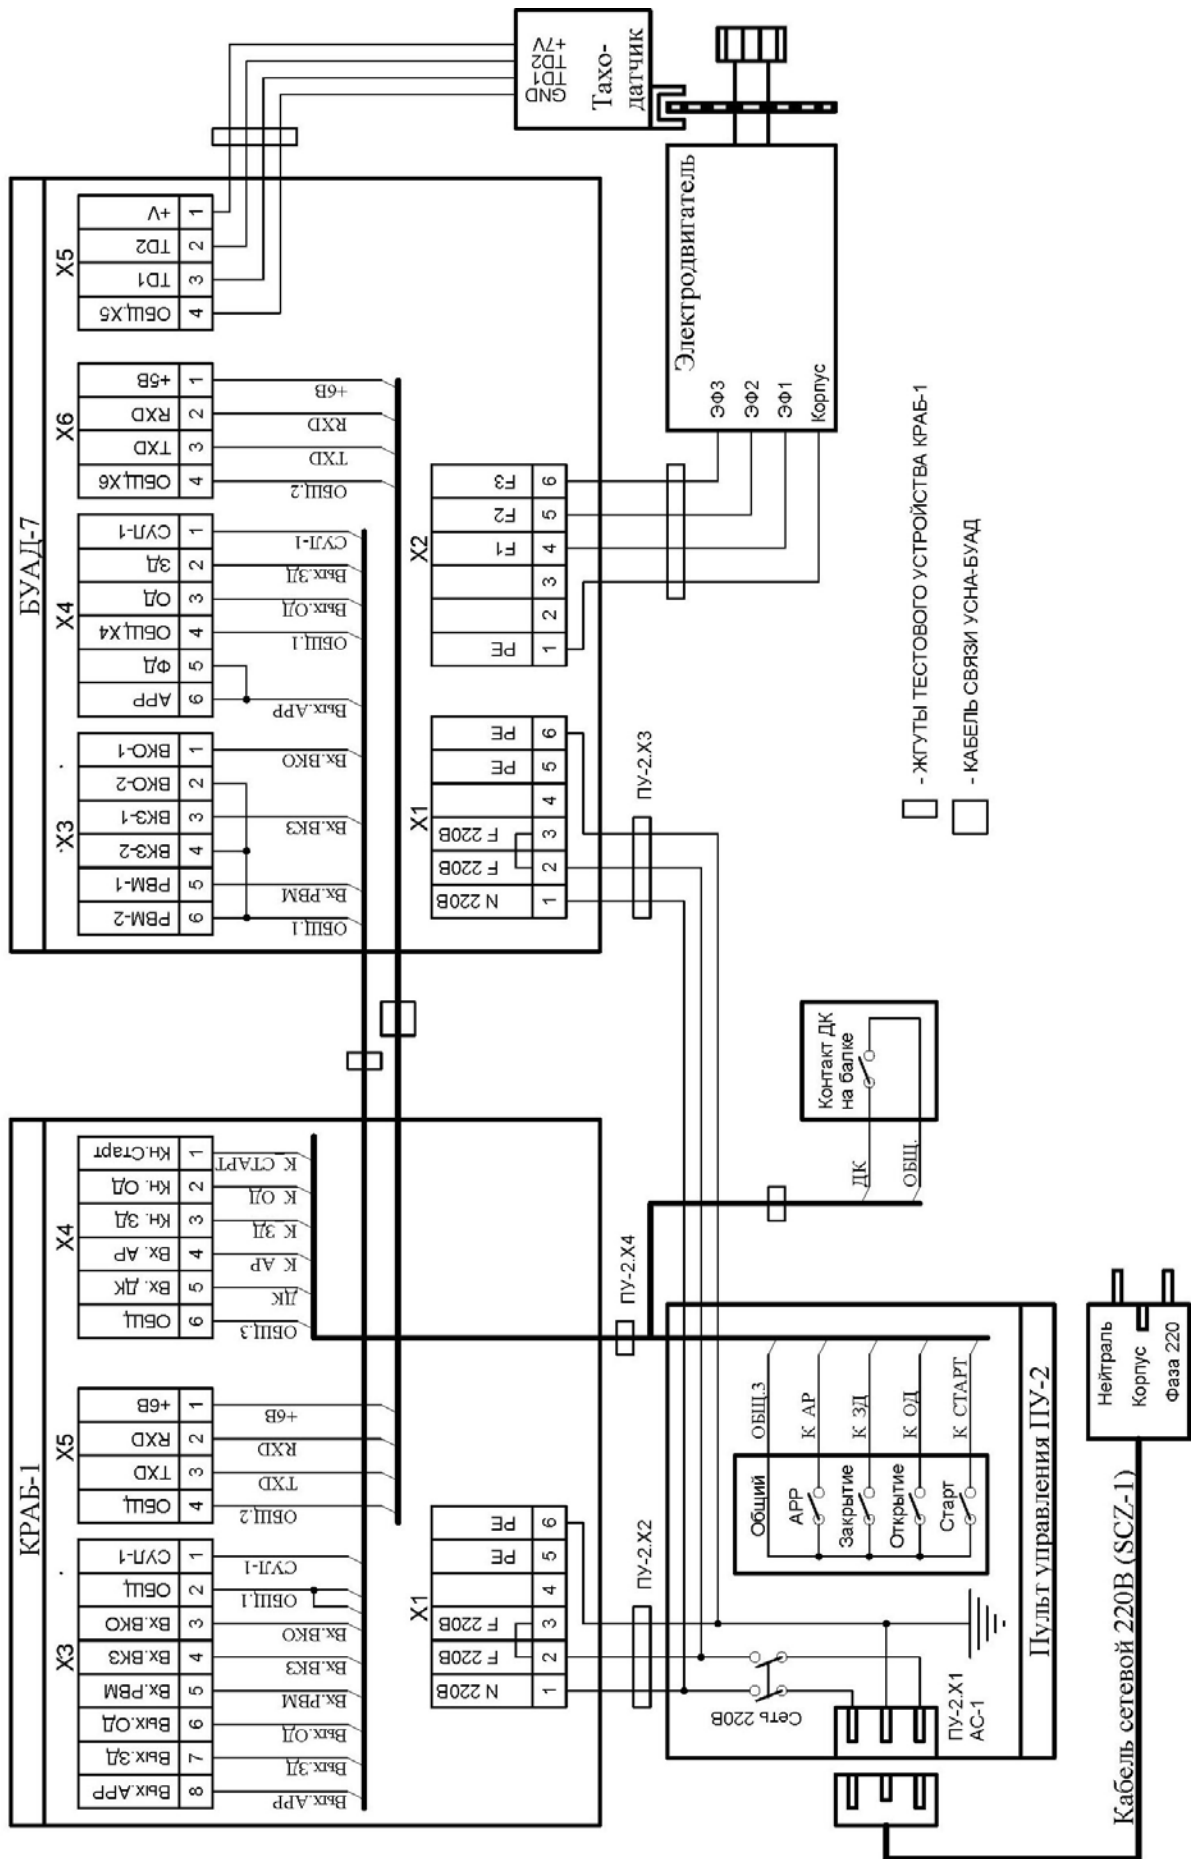

Рис.4. Схема соединения КРАБ-1, ПУ-2 и БУАД-7(БУАД-3,4,5) для всех станций.
3.4.2. На **рис.4** показана схема подключения внешних контактов *Устройства* к БУАД и подписаны отдельные контакты каждого из разъемов.
3.4.5. Кабели пульта управления ПУ-2 (см. рис. 4, 5):
3.4.6. Внешние контакты ПУ-2 (см. рис. 4, 5) для подключения к БУАД и КРАБ-1:
3.4.7. Внешние контакты КРАБ-1 (см. рис. 4, 5) для подключения к БУАД: